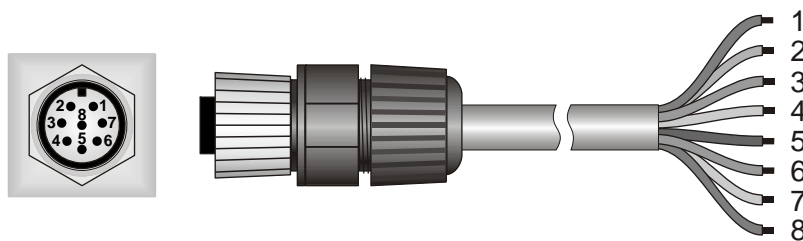

Figura 4
- El cable opcional está terminado en un extremo con el conector de PTFE, resistente a los UV y tiene 7 alambres más el escudo (pantalla); la correspondencia entre los colores de los cables y los polos del conector es como sigue (Figura 4):